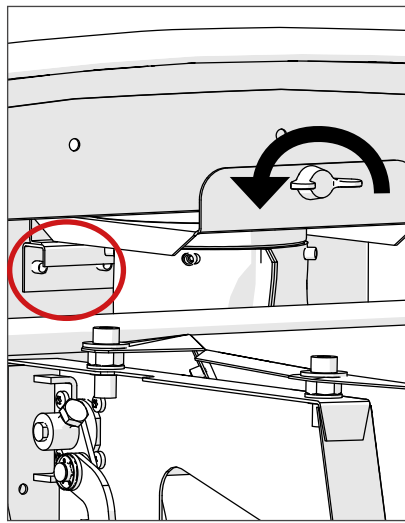

Bild 15
3. Skruva loss vingskruven på metallkåpan ovanför huvudfläkten. (Bild 15).
4. Ta försiktigt bort fläkten från toaletten. Fläkten är placerad på ett fäste på bakväggen, hålls tätt på plats med en gummitätning. Det är därför nödvändigt att vicka ut fläkten långsamt. (Bild 15 och 16)
6. Sätt tillbaka fläkten. Se till att fläkten sitter ordentligt ovanpå fästet i bakväggen. (Bild 15)